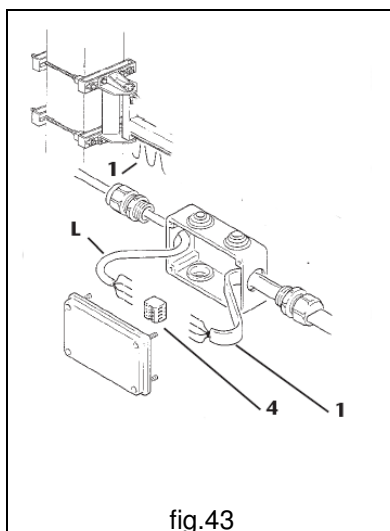

fig.43
1. Collegare il cavo di alimentazione 1 ai morsetti 4 contenuti nella scatola di derivazione, da applicarsi al pilastro o alla parete portante ed alla quale andrà collegato il cavo di linea L proveniente dalla rete di alimentazione (fig.43).